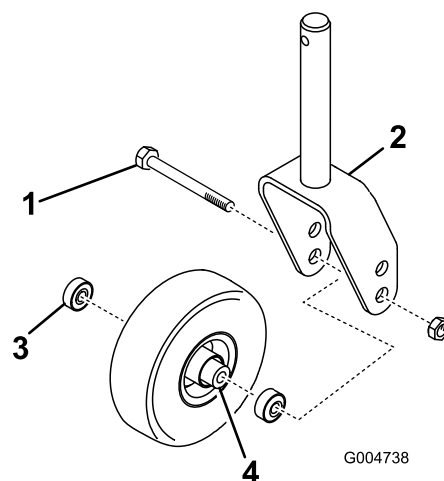
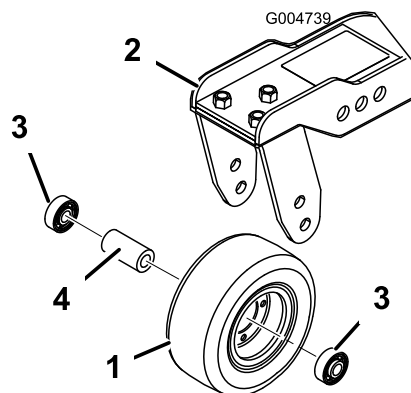

Figura 109
Figura 110
1. Retire la contratuerca del perno que sujeta el conjunto de la rueda giratoria entre la horquilla (Figura 109) o al brazo de pivote (Figura 110).
2. Retire el cojinete de la rueda y deje que se caiga el suplemento del cojinete (Figura 109 y Figura 110).